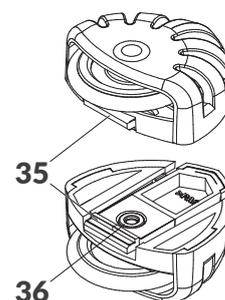

Abb. 7.
1. Drücken Sie die Raste **35** der oberen Rolle (siehe **Abb. 7**) zum Rollenrad hin und schieben Sie die Rolle von der Führung des Druckerkörpers in die Richtung der Düsenplatte herab. Die untere Rolle **3** lassen Sie, wie sie ist.
1. Drücken Sie die Raste **35** der oberen Rolle (siehe **Abb. 7 auf Seite 22**) zum Rollenrad hin und schieben Sie die Rolle von der Führung des Druckerkörpers in die Richtung der Düsenplatte herab.
1. Drücken Sie die Raste **35** der oberen Rolle (siehe **Abb. 7 auf Seite 22**) zum Rollenrad hin und schieben Sie die Rolle von der Führung des Druckerkörpers in die Richtung der Düsenplatte herab. Auf analoge Weise nehmen Sie die untere Rolle **3** ab.